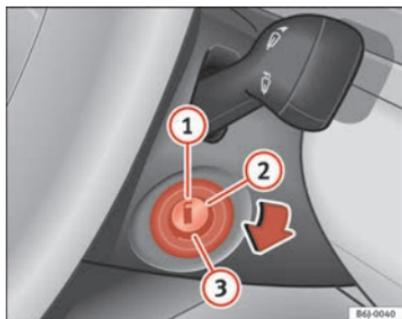

Abb. 93 Stellungen des Zündschlüssels
In dieser Stellung ⇒ Abb. 93 sind die Zündung und der Motor ausgeschaltet und die Lenkung kann gesperrt werden.
- Drehen Sie den Zündschlüssel in Stellung ⇒ Seite 136, Abb. 93 **2**. Beim Vorglühen des Motors leuchtet die Kontrollleuchte auf.
- Drehen Sie den Zündschlüssel in Stellung ⇒ Seite 136, Abb. 93 **1**.